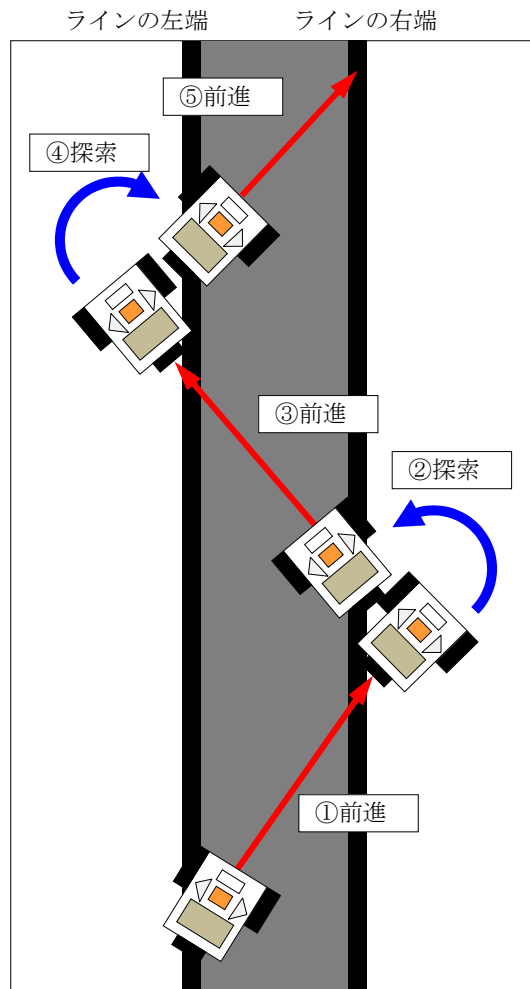

図10-8 ライン上を前進していくライントレースの考え方
ラインの幅が太いときは、図10-8のようにライントレースを速めるために、できるだけライン上のロボットを前進させるようにし、ラインを外れたときだけ、元のラインに戻るような動きにすることを考えてみましょう。
ところが、図10-8で示した②と④のラインの探索処理は、どちら側にターンすればよいかわかりません。光センサが1つしかないので、ラインの左端と右端を区別できないからです。